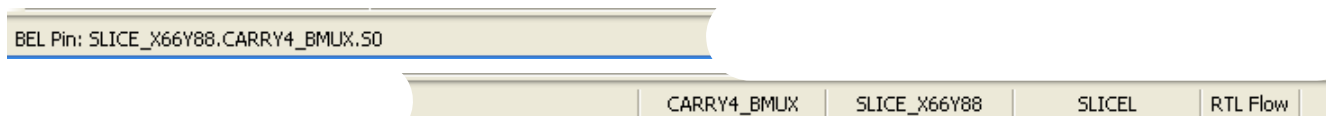

図 4-25：情報バナー
メイン ウィンドウの下部にある情報バナーには、マウス カーソルが置かれているアイテムに関する情報、現在選択されているオブジェクトの情報、カーソルの座標、現在のデザイン モードなど、有益な情報が表示されます。図 4-25 に、情報バナーの左端と右端を示します。
- **座標**：情報メッセージ フィールドの右側にあるフィールドで、座標情報が表示されます。[Device] ビューでカーソルをブロック RAM、DSP48 などの上に置くと、図 4-25 に示すように、その名前と座標が表示されます。[Package] ビューのピンの上にカーソルを置くと、その座標、タイプ、名前などのピン情報が表示されます。